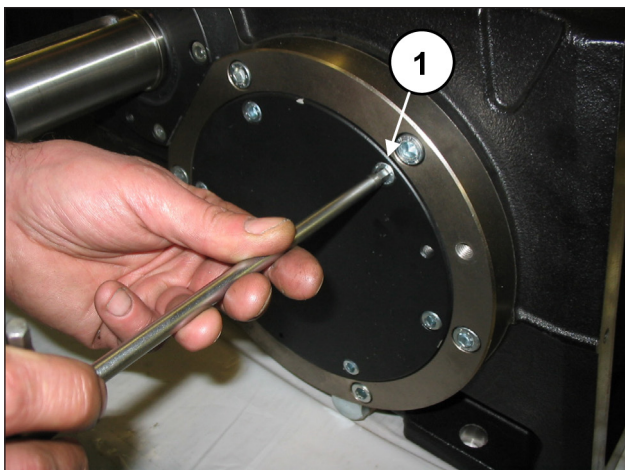
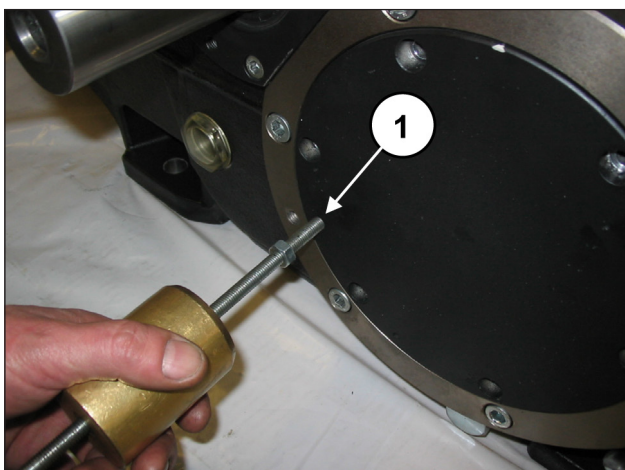

Fig. 11
Fig. 12
Démonter ensuite les deux couvercles du coussinet en dévissant les vis correspondantes (rep. ①, Fig. 11). Pour faciliter le démontage, utiliser 2 goujons ou vis M8 (rep. ①, Fig. 12) faisant office d'extracteurs. Dégager le joint torique et le remplacer si nécessaire.